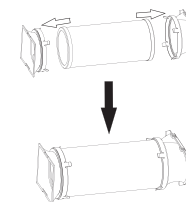

Рис. 4
1. Распрямите гибкий воздуховод, установите выпускное и выбросные сопла (рис. 4).